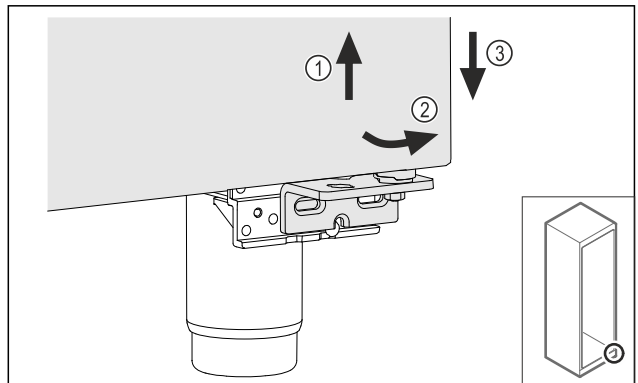

Fig. 16
- Tür leicht anheben Fig. 16 (1), unten nach vorne kippen Fig. 16 (2) und absenken Fig. 16 (3).